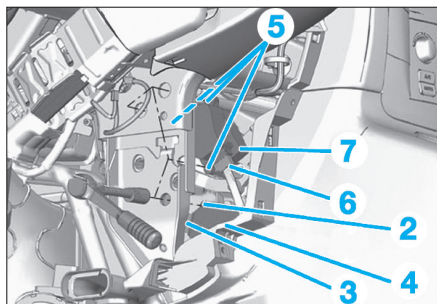

Fig. 41
- la vis (2) (Fig.41).
- Déconnecter le connecteur (3) du, motoréducteur.
- Déposer le motoréducteur de mixage d'air gauche (4).
- les vis 3 (5) (Fig.41).
- Déconnecter le connecteur (6) du, motoréducteur.
- Déposer le motoréducteur de distribution d'air (7) (Fig.41).